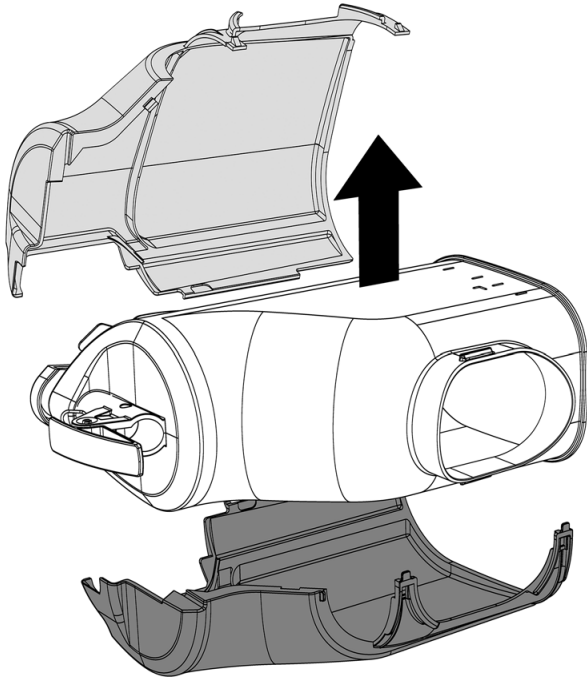

figura 5
**2** Rimuovere la parte sinistra del recover e successivamente la destra. (vedere )(vedere figura 5).